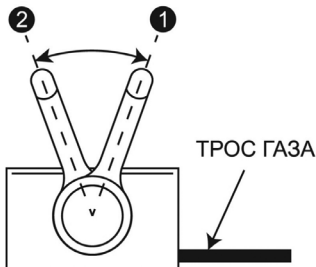

Рис. 13 Положения рычага газа
2. Переведите рычаг газа на 1/3 хода от положения 2 (холостые обороты) в сторону положения 1 (максимальные обороты) (Рис. 13).
6. Прогрейте двигатель. Прогрев двигателя занимает около минуты. После прогрева двигателя переведите рычаг газа в положение 1 максимальных оборотов (Рис. 13) и начните кошение.
2. Рычагом газа переведите двигатель в режим холостого хода (переведите рычаг газа в положение 2 (холостых оборотов) (Рис. 13)
В соответствии с разделом ЗАПУСК ДВИГАТЕЛЯ запустите двигатель и прогрейте его. После прогрева двигателя установите рычаг газа в положение 1 максимальных оборотов (Рис. 13) и начните движение, толкая газонокосилку вперед.